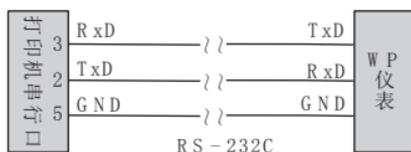

图18
通道组态用于设置各通道的输入类型(见图18)及小数点.测量零点迁移值.测量量程放大倍数(见例1)
- 1、WP仪表与TPuP串行打印机连接如图18